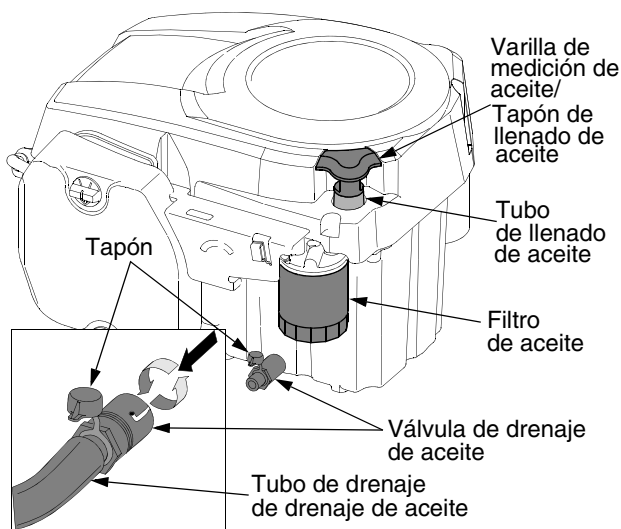

Figura 23
- Retire la varilla de medición de aceite/ tapón de llenado y limpie el aceite de la varilla. Vuelva a colocar la varilla de medición en el tubo y empuje firmemente hacia adentro. Vea Figura 23.
- Ubique la válvula de drenaje de aceite del lado derecho del motor. Abra el tapón protector en el extremo de la válvula de drenaje de aceite para dejar expuesto el orificio de drenaje de aceite. Vea Figura 23.
- Empuje ligeramente hacia adentro la válvula de drenaje de aceite, luego rótelas en sentido contrario al de las agujas del reloj y tire hacia afuera para comenzar el drenaje de aceite. Vea Figura 23.
- Retire el filtro de aceite usando una llave para filtro de aceite como las que se usan en los automotores (Consulte la Figura 23). Limpie el adaptador del filtro con un trapo limpio.